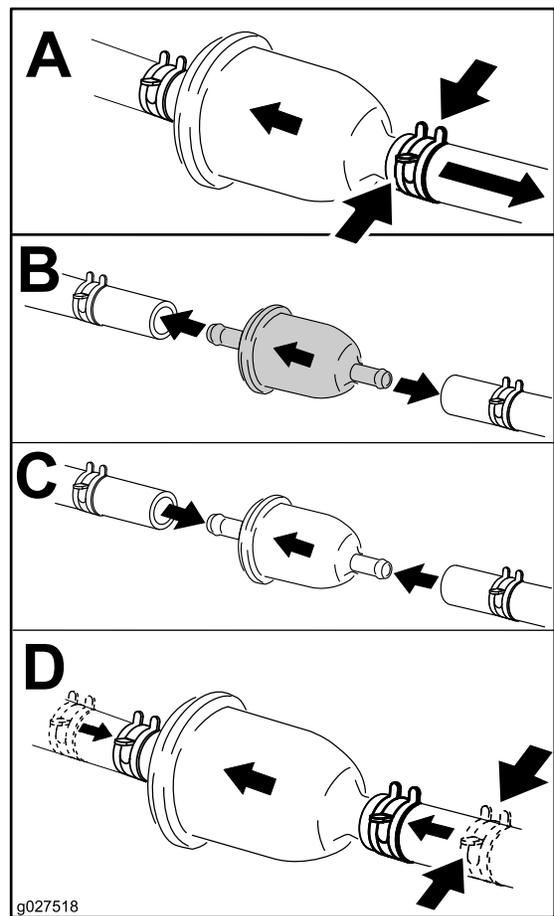

Figure 45
4. Remplacez le filtre à carburant comme montré à la Figure 45.